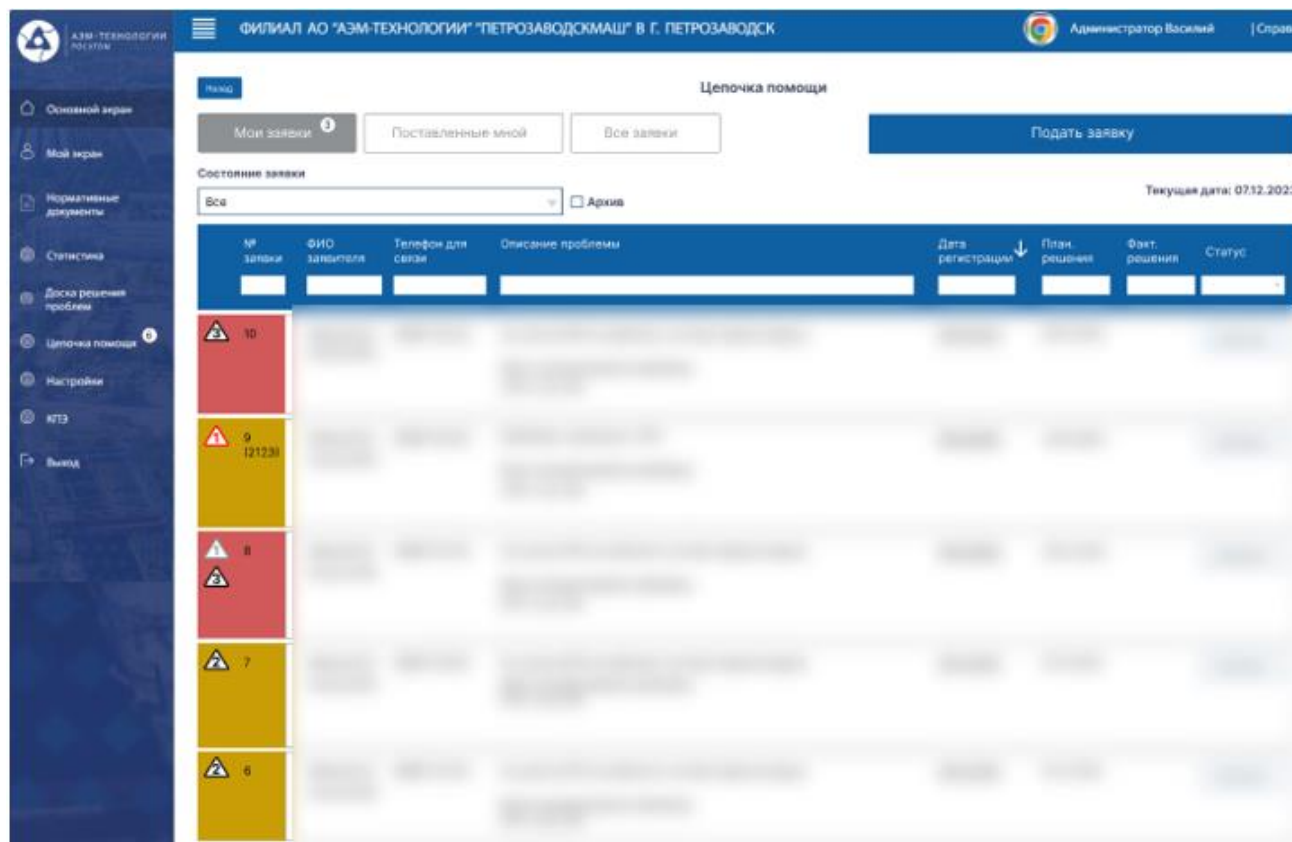

Рисунок 3.12
- Просмотр во вкладке «Мои заявки» заявок, которые назначены на текущего авторизованного сотрудника с возможностью отметить их выполнение при нажатии на кнопку «Выполнено» (Рисунок 3.12);